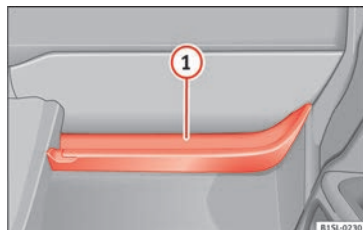

Fig. 60 Portaobjetos abierto en el lado del acompañante.
En el portaobjetos abierto hay un gancho para bolsas » **fig. 60 ①**.